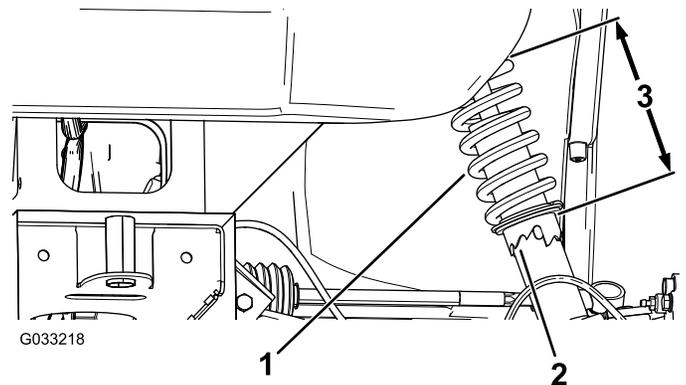

図 47
2. キャンバの調整が必要な場合には、スパナレンチでショックアブソーバのカラーを回してホイールを整列させる 図 47。